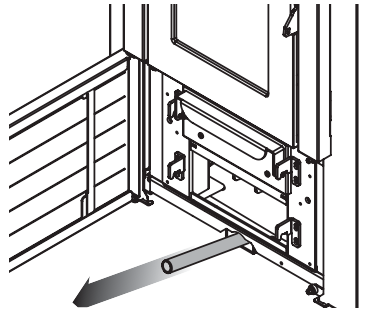

Fig.12.6
- Den Hebel, mit dem die Heizgaswirbler zur Beseitigung der Rußablagerungen bewegt werden, aus seinem Fach nehmen (Abb. 12.6).